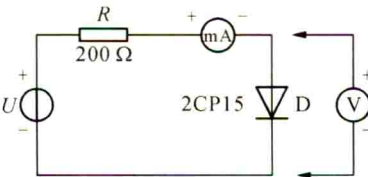

图 1-3 二极管伏安特性测试接线图
(5) 按图 1-3 接线, R 为限流电阻,测二极管 D 的正向导电性,其正向电流不得超过 25 mA,正向压降可在 0~0.75 V 之间取值。特别是在 0.5~0.75 V 间更应多取几个测量点。作反向特性实验时,只需将图 1-3 中的二极管 D 反接,且其反向电压可加到 10 V 左右。正向、反向特性实验数据分别填入表 1-4 和 1-5 中。